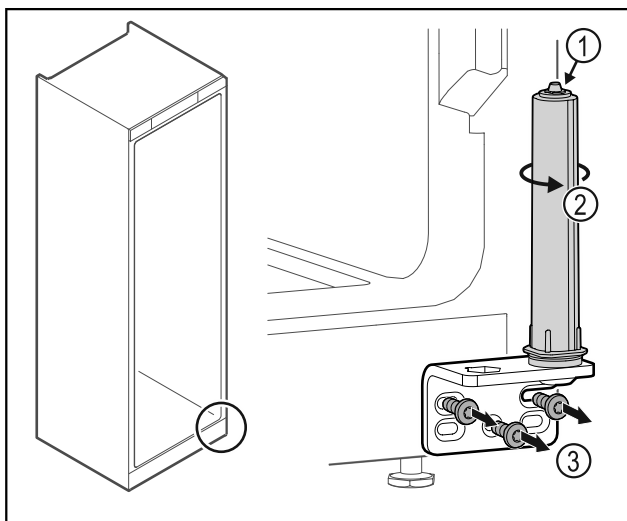

Fig. 29
- Nerozoberajte systém zatvárania dverí Fig. 29 (1).
- Otáčajte systém zatvárania Fig. 29 (2), kým nezacvakne.
- Odskrutkujte uholník závesu Fig. 29 (3).